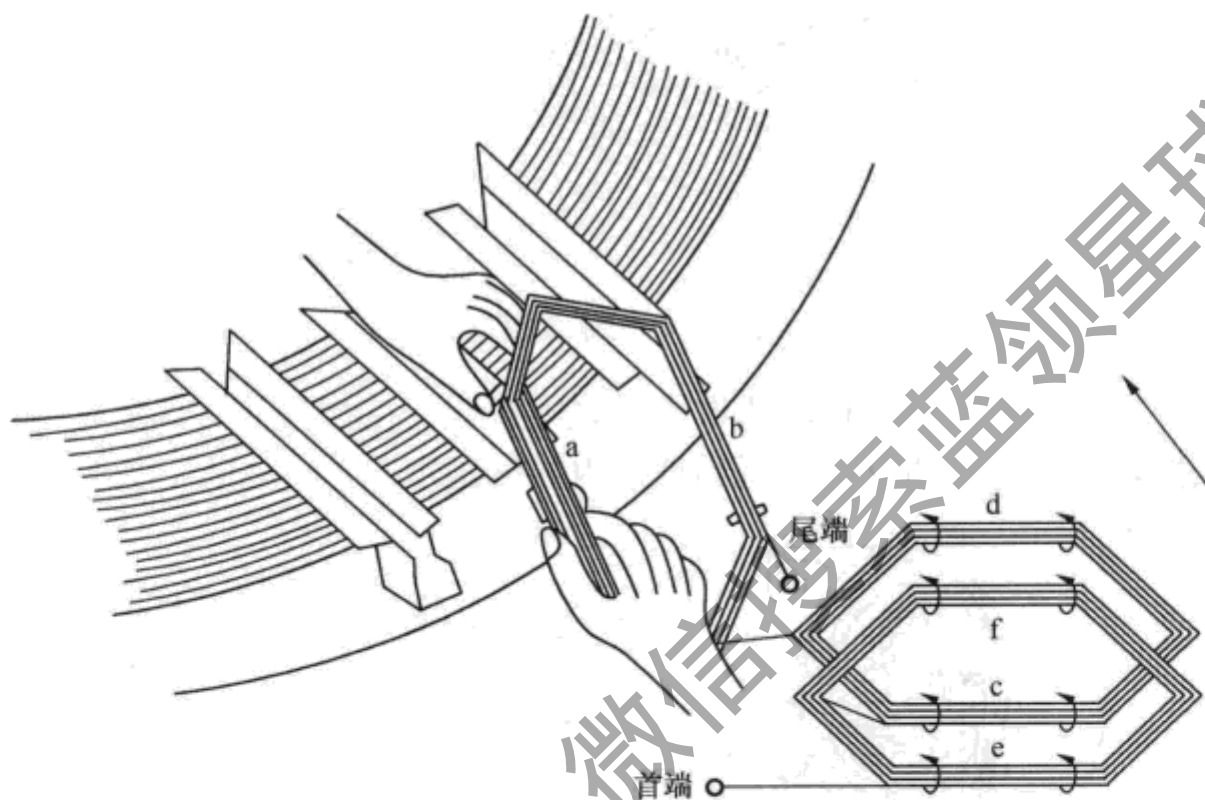

图 3-61 嵌线示意图
① 每个线圈组都有两根引线，分别称为首端和尾端。
② 每相绕组的引出线必须从定子的出线孔一侧引出，为此所有线圈组的首、尾端也必须在这一侧引出。
③ 习惯上规定把定子机座有出线孔的一侧置于操作者右侧，待嵌线圈组放置在定子的右面，并使其引出线朝向定子膛，如图 3-61 所示。嵌线时，把线圈逐个沿逆时针方向翻转后放进定子膛内进行嵌线，从而保证引出线从出线孔侧引出。